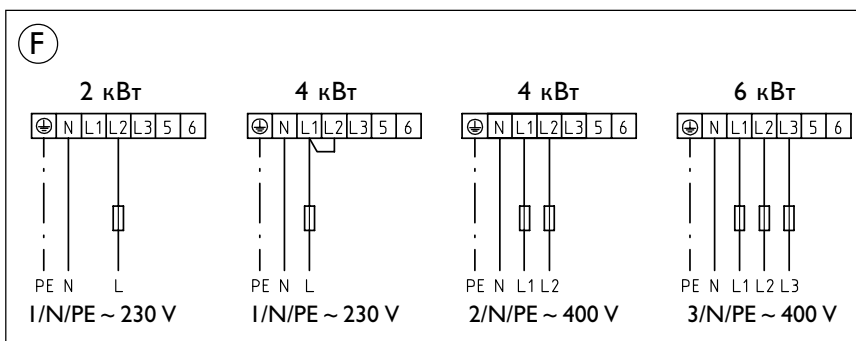

рис. 16
Также возможно использование приборов типа HFA...Z в режиме "бойлер". В этом случае температура воды не поддерживается автоматически. Каждый нагрев включается вручную с помощью кнопки быстрого подогрева на панели управления (схема подключения - см.рис.16).
**F.** Подключение в режиме "бойлер" (каждое включение управляется нажатием кнопки быстрого подогрева; температура воды не поддерживается автоматически), рис. 16.